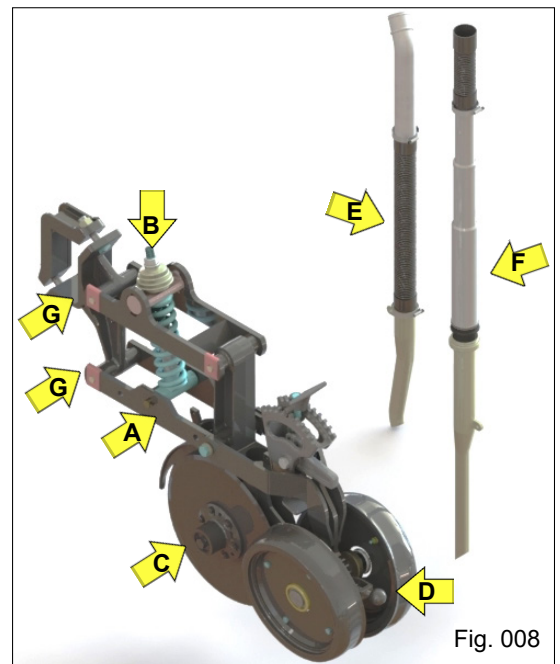

Fig. 008
- Menor comprimento (Fig. 008); – mais suavidade e estabilidade mesmo em terrenos irregulares;
Permitem que o disco duplo e bandas controladoras de profundidade trabalhem acompanhando a topografia do solo; (“A” Fig. 008);
Rolamento nas articulações dos pantógrafos; (“G” Fig. 008).
Haste com mola e munhão para regulagem da pressão das unidades sobre o solo. (“B” Fig. 008);
Disco plano liso de 15” e 16”, defasados (montados no mesmo alinhamento) (“C” Fig. 008);
Sistema regulador de profundidade com 100 mm de curso, com regulagens de 10 em 10 mm; (“D” Fig. 008);
- **Condutores de Adubo:** Construído de borracha sanfonada para acompanhar os movimentos das unidades semeadoras (“E” Fig. 008);
- **Condutores de Sementes:** Condutores de sementes telescópicos, que se ajustam entre o dosador e os discos duplos conforme de acordo com a movimentação das unidades no terreno. Possui interior liso e antiaderente, que facilita a distribuição de sementes (“F” Fig. 008);